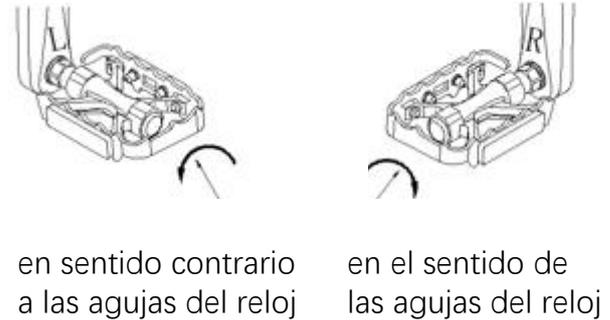

Figura 18.
2. Monte el pedal izquierdo en la manivela izquierda y apriételo en sentido contrario a las agujas del reloj con el extremo de 15 mm de una llave de boca 13-15. Monte el pedal derecho en la manivela derecha y apriételo en el sentido de las agujas del reloj con el extremo de 15 mm de una llave de boca 13-15. Como se muestra en la Figura 18.